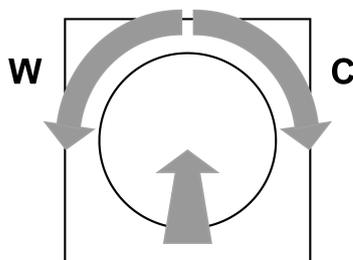

Imagen 2
- i** Al memorizar la temperatura de color, hay que tener en cuenta que el último giro del botón pulsado (Imagen 2) para el color de luz más cálido debe realizarse hacia la izquierda (W) y hacia la derecha para el color de luz más frío (C).
- Girar el botón pulsado hacia la izquierda (W), hasta alcanzar el color de luz más cálido deseado y mantener en esta posición durante más de 10 segundos.